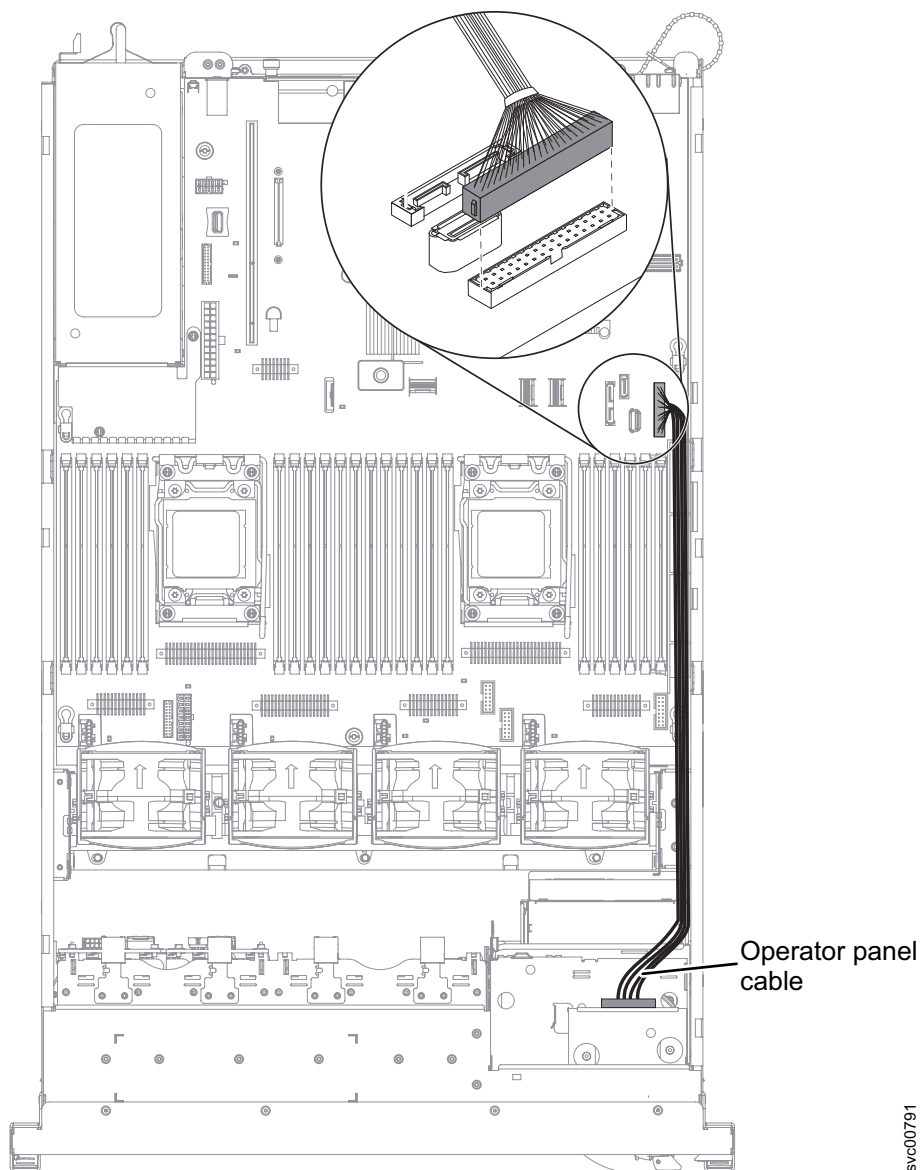

Figura 269. Conectando o cabo do painel de informações do operador do 2145-DH8
2. Rosqueie o novo cabo do painel de informações do operador no conector no lado direito do nó, conforme mostrado em Figura 269 na página 337.
3. Conecte o cabo ao conector no lado direito do nó, conforme mostrado em Figura 269.